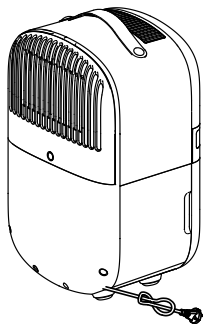
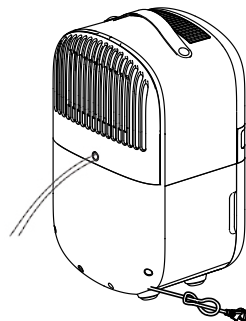

рис. 4
рис. 6
2. Від'єднайте шнур живлення від мережі. Забезпечте вільний доступ до задньої частини пристрою (рис. 4).
3. Виламайте пробку зливного отвору в кришці фільтра (6), зніміть кришку і вийміть гумову пробку зі зливного отвору.
4. Витягніть зливну трубку (12) через отвір у кришці і вставте її в зливний отвір під кришкою (рис. 6).
5. Встановіть кришку фільтра (6) на пристрій.